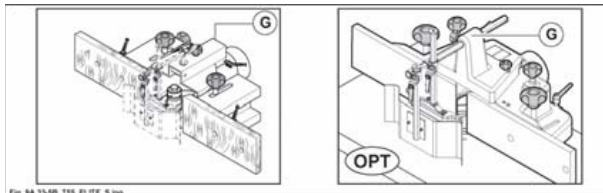

Fig. 9.33-5B
- montare la cuffia (G fig. 9.33-5B);